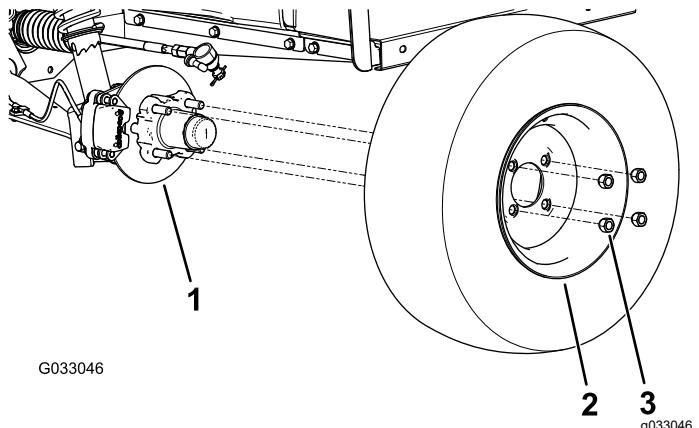

Figura 23
2. Togliete i 4 dadi a staffa che fissano la ruota al mozzo (Figura 23).
4. Allineate i fori sulla ruota ai prigionieri del mozzo e montate la ruota sul mozzo con lo stelo della valvola rivolto all'esterno (Figura 23).
5. Fissate la ruota al mozzo utilizzando i dadi per le ruote (Figura 23).